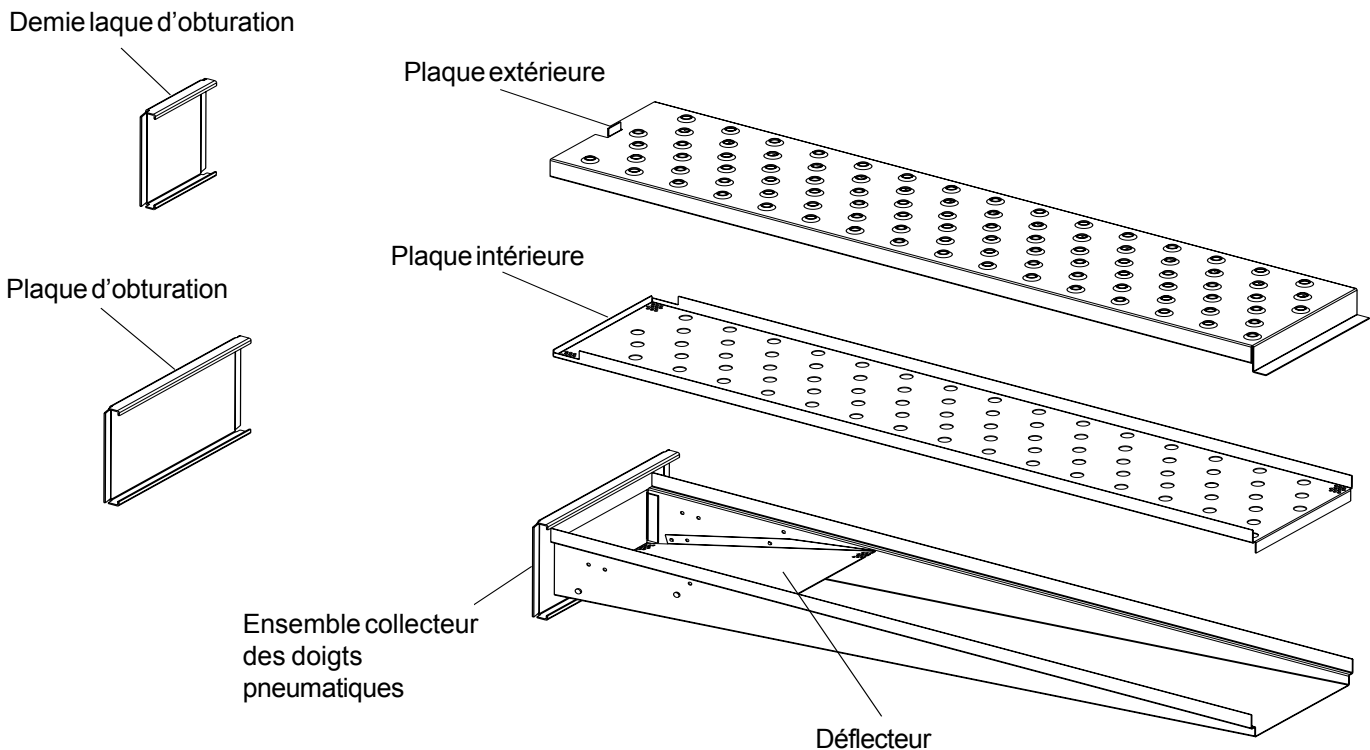

Figure 1-9. Plaques d'obturation (deux tailles) et un doigt pneumatique.
F. Doigts pneumatiques et plaques d'obturation - Cf. Figure 1-9